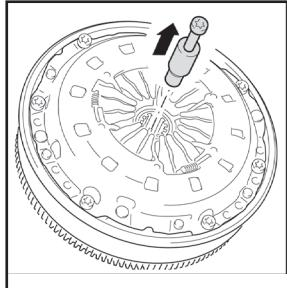

Fig. 3
- Visser le boulon dans le corps de l'outil d'installation et retirer l'outil. Terminer l'installation de l'embrayage à l'aide des spécifications du fabricant du véhicule. (Fig. 3)
- Thread the bolt into the installation tool body and remove the tool. Complete the clutch installation according to vehicle manufacturer's specifications. (Fig. 3)
- Complete la instalación del embrague de acuerdo a las especificaciones del fabricante del vehículo. (Fig. 3)